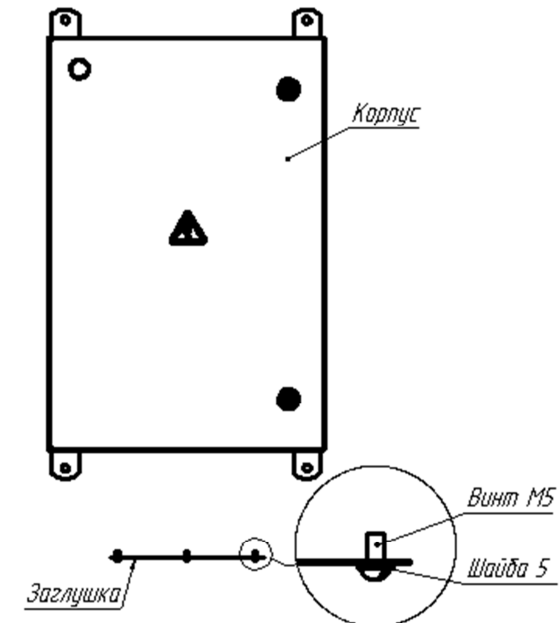

Рис. 3 Схема крепления заглушки.
7. Снять заглушку, отвернув 6 винтов М5 с шайбами (см. рис. 3);